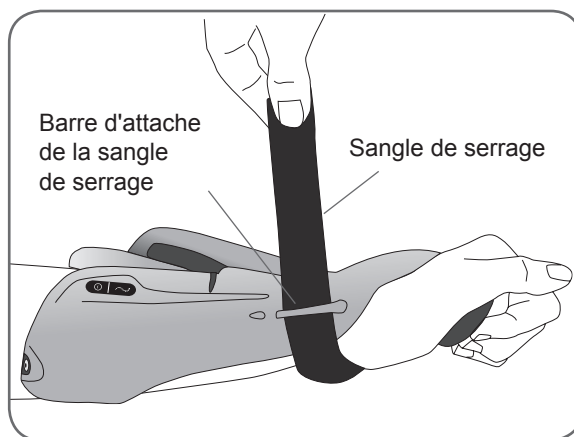

Figure 6-12 : Sécurisation de la dragonne.
2. Amenez la sangle de serrage sous le poignet et passez-la dans la barre de fixation. Reportez-vous à la Figure 6-12.